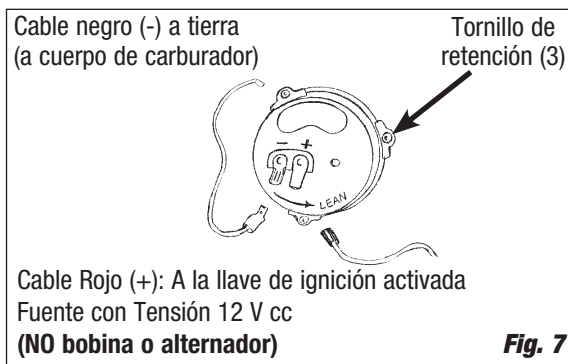

Fig. 7
3. En los modelos de los estranguladores eléctricos (Ver Fig. 7), remueva un tornillo retensor del caparazón e instale el extremo del ojal del cable de tierra del estrangulador (negro) a la cubierta del estrangulador y vuelva a instalar el tornillo. Conecte el gancho final del cable de tierra a la terminal negativa (-) del cable en la caparazón del estrangulador.
- Estrangulación manual: Conecte el cable del estrangulador manual al cable de la palanca del estrangulador del soporte de montaje (véase la Fig. 9). Estrangulación eléctrica: Conecte el cable rojo del estrangulador a una fuente positiva de 12 V (+) que sea activada por el interruptor de ignición (Véase la Fig. 7).